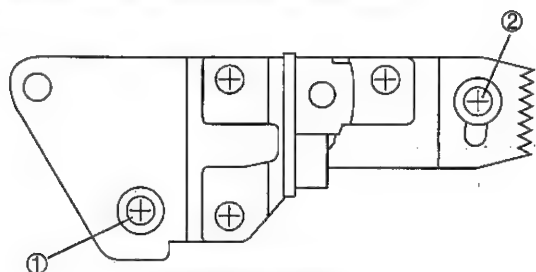

Abbildung 4-36.
Die Schrauben ① und ② festziehen. (Zuerst Schraube ①, dann Schraube ② anziehen.) (Abbildung 4-36 ①②).